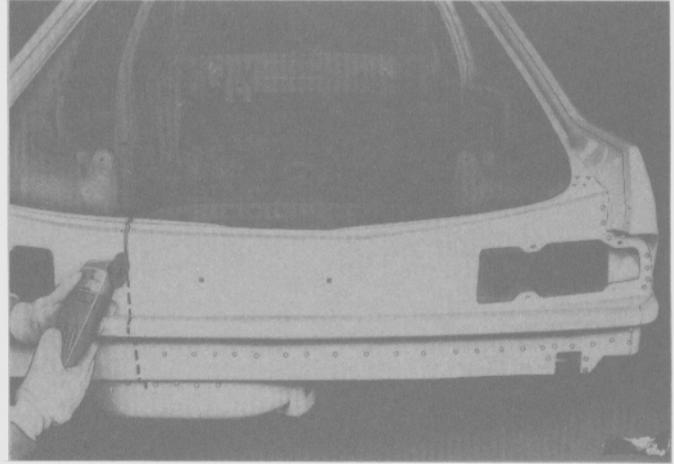

Fig. 281
- Perforar los puntos de soldadura del lado dañado del panel trasero (Fig. 281).
- Cortar con una sierra eléctrica a lo largo de la línea de corte (Fig. 281 y 282).